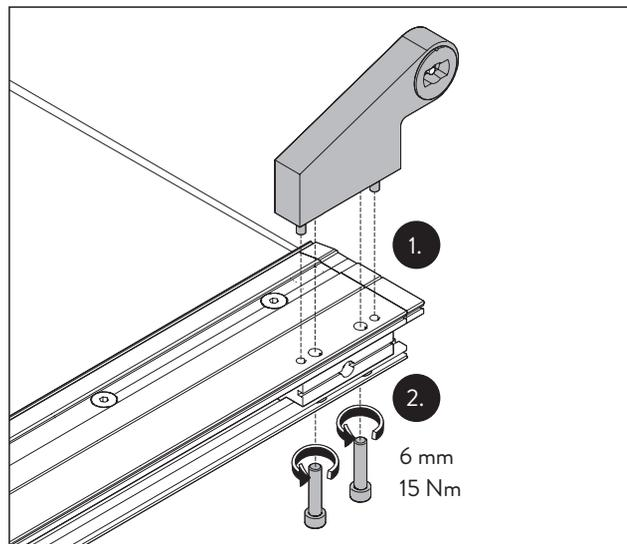
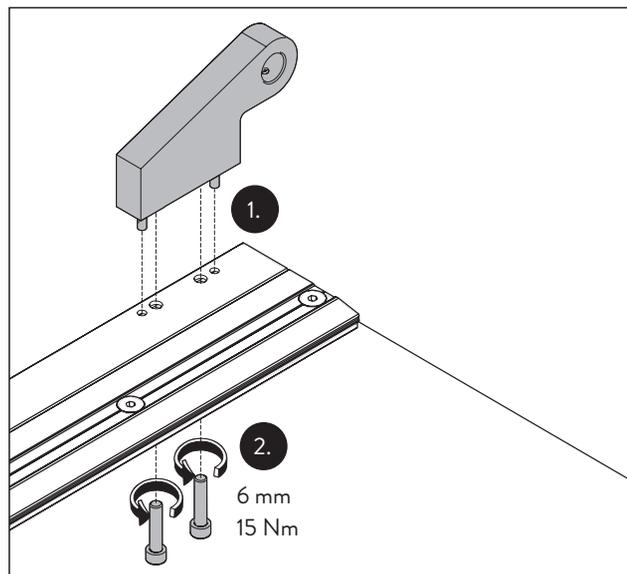

Fig. 15 Montare il cardine alla guida inferiore
Fig. 16 Montare il cardine alla guida superiore
1. Applicare i cardini alla guida con i perni (Fig. 15/1 e Fig. 16/1).
2. Fissare il cardine dall'altro lato nella guida con le due viti attraverso l'inserto (Fig. 15/2 e Fig. 16/2). Rispettare la coppia.